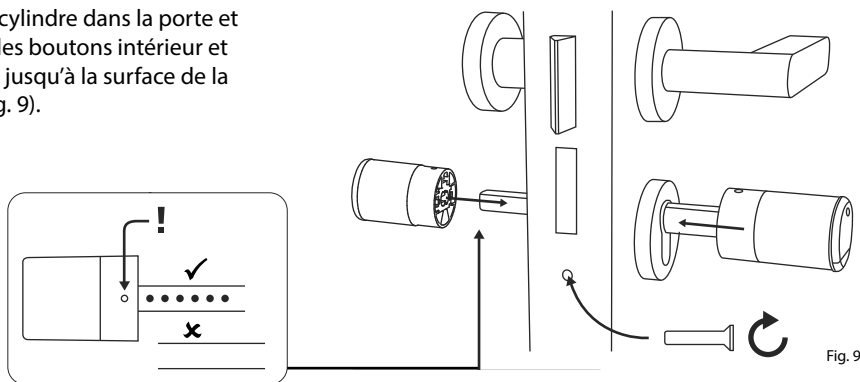

Fig. 9
- ⑥ Vissez le cylindre dans la porte et poussez les boutons intérieur et extérieur jusqu'à la surface de la porte (Fig. 9).